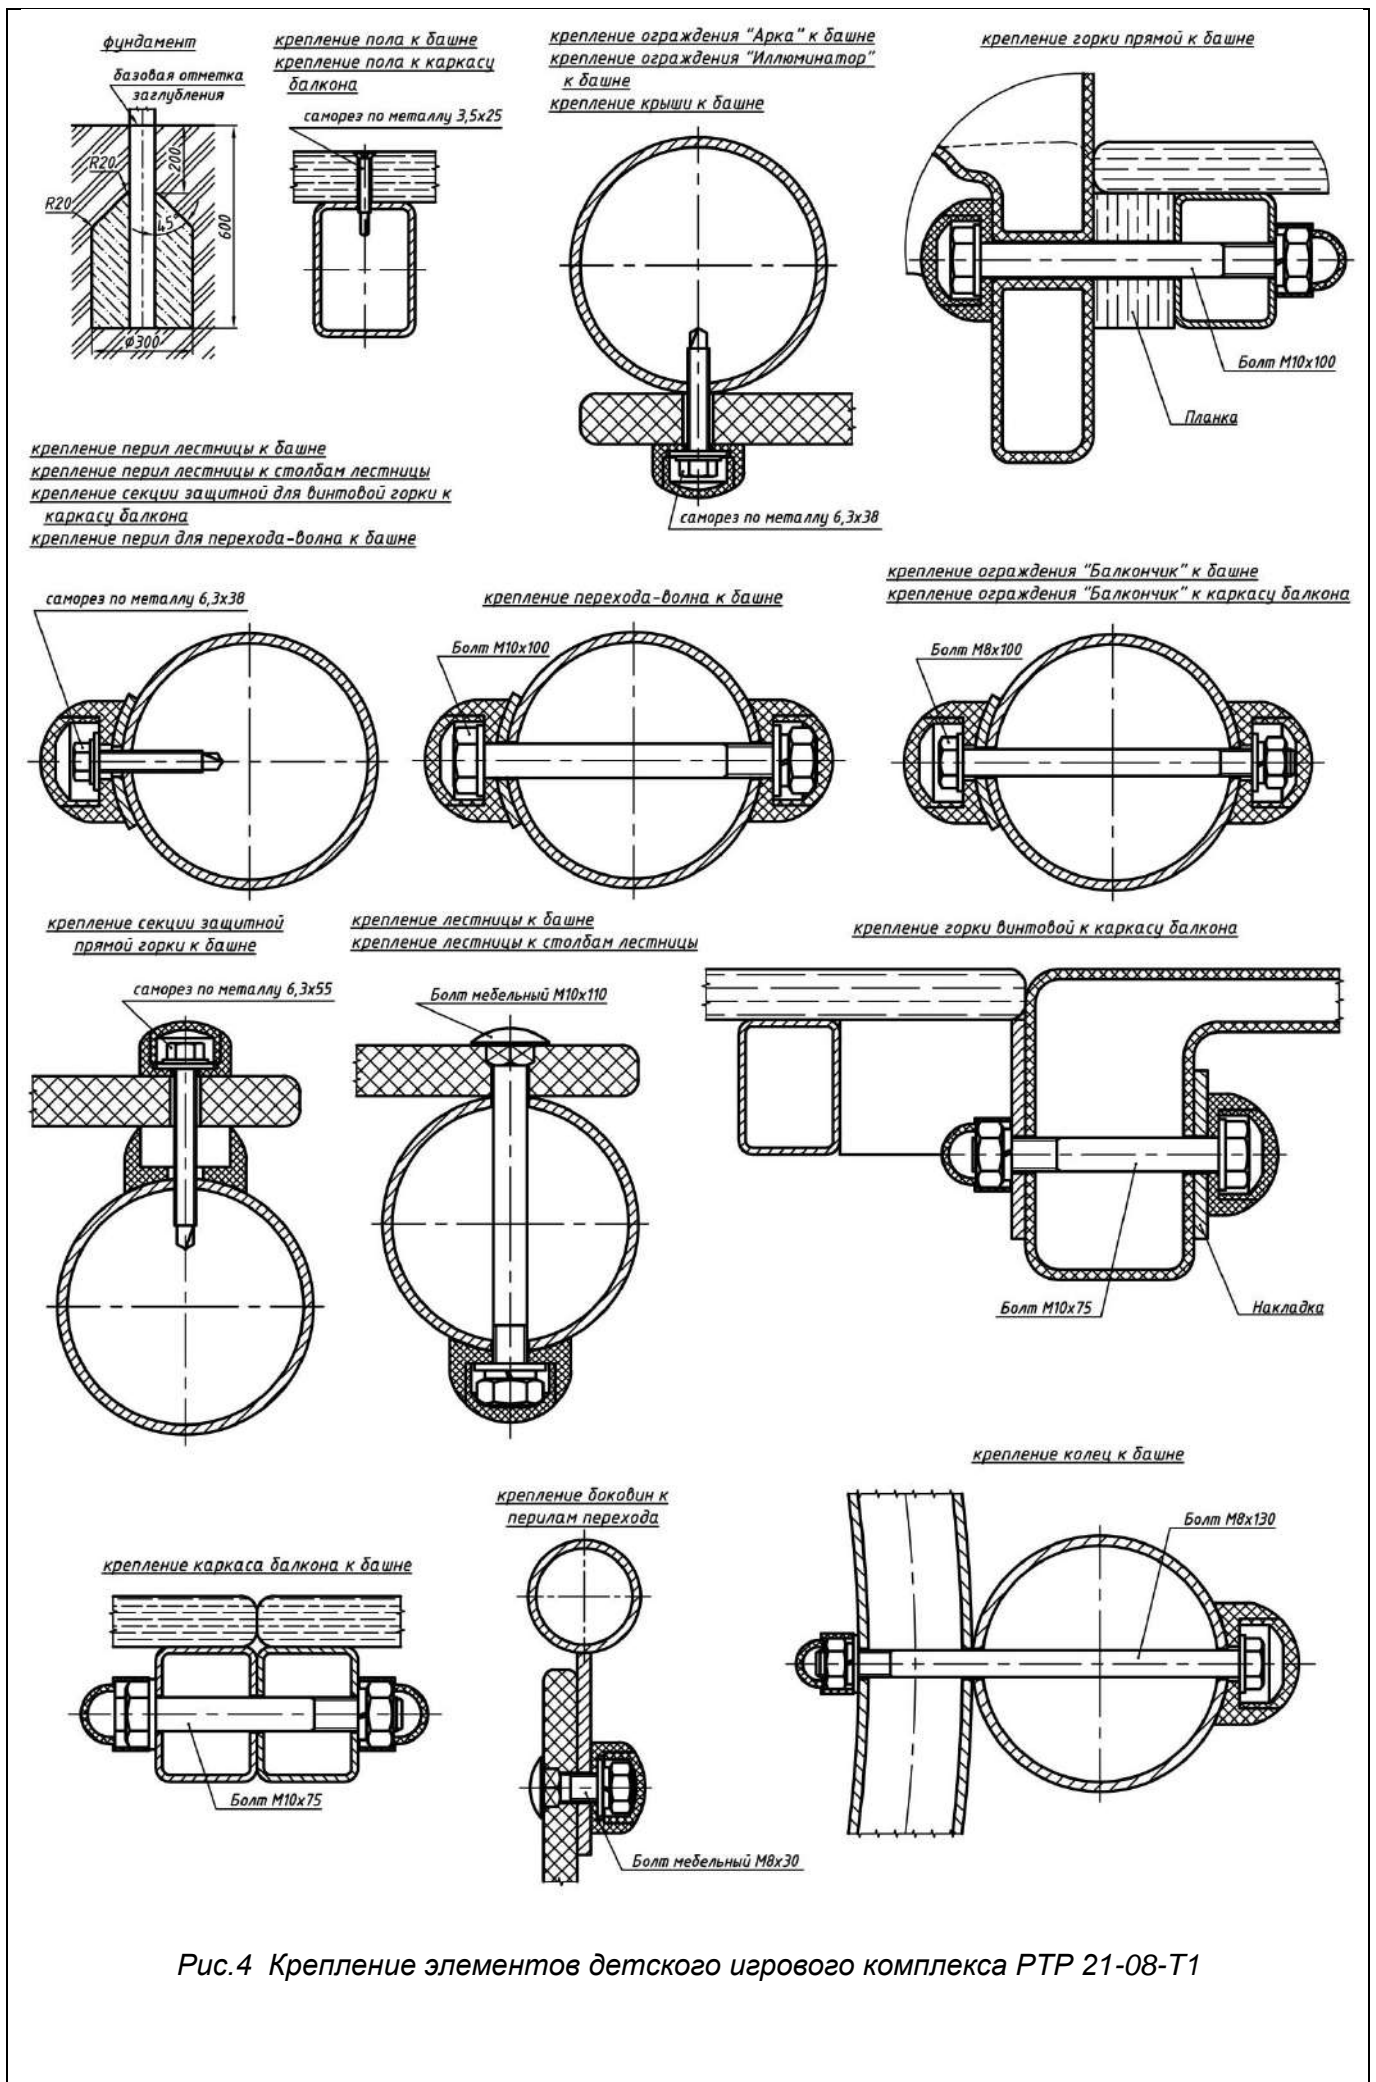

Рис.4 Крепление элементов детского игрового комплекса РТР 21-08-Т1
- башни **1** и **2** соединить между собой переходами-волна **6** с перилами **7** и опустить в соответствующие фундаментные прямки, крепление элементов комплекса между собой показано на рис.4, заглубление всех элементов комплекса в грунт - по базовым отметкам заглубления, выставить по нивелиру горизонтальность полов башен;
- залить бетоном прямки на глубину 200мм от поверхности площадки (см. рис.4);